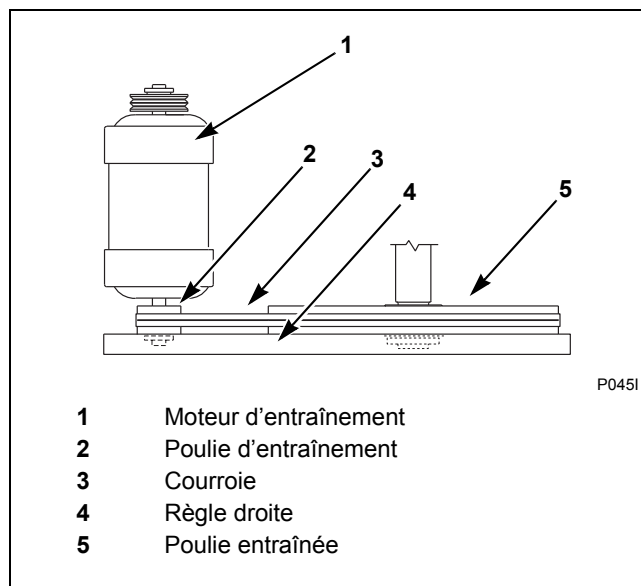

Figure 21
- b. Vérifier que les courroies en V sont correctement alignées en vérifiant l'alignement de la poulie. Placer une règle droite sur les deux faces de la poulie. La règle droite doit toucher la poulie à quatre endroits différents. Se reporter à la *Figure 21*.